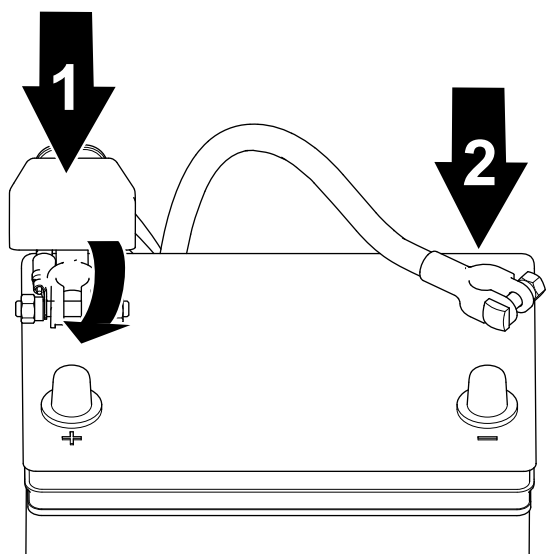

図 35
1. プラス+ケーブルをバッテリーに接続し、クランプナットで接続する 図 35。
2. マイナス-ケーブルをバッテリーに接続し、クランプナットで接続する 図 35。